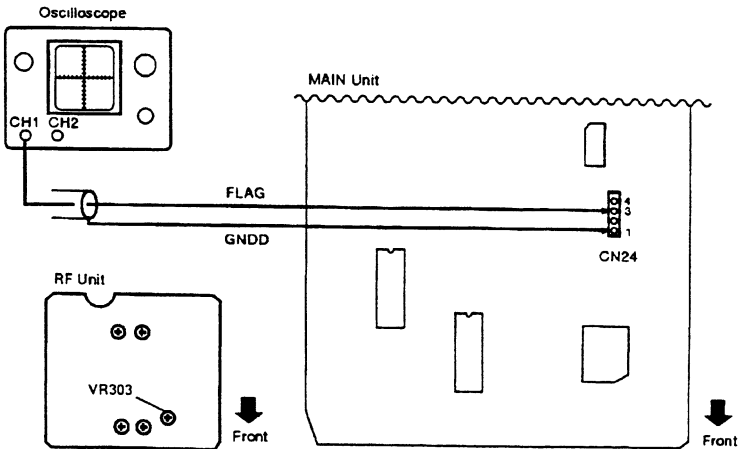

Fig. 3-14
2. Play the function tape (TY-7551) and adjust VR303 on the RF unit (Fig. 3-14) so that the error rate is as small as possible.
1. Connect the oscilloscope between CN24-3 (FLAG) on the MAIN unit and CN24-1 (GND D). (Refer to Fig. 3-14)
2. ファンクションテープ (TY-7551) を再生し、エラーレートが 最小となるようにRFユニットのVR303 (図3-14) を調整する。
1. オシロスコープをMAINユニットのCN24-3(FLAG) とCN24 -1(GND D) 間に接続する。(図3-14参照)